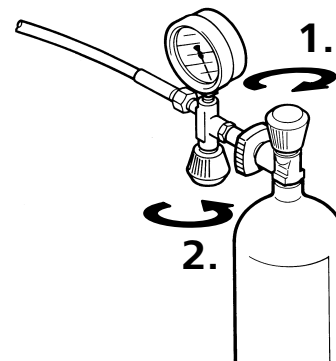

Fig. 15 Ta bort tryckluftsf flaskorna
8. Stäng **först flaskkranen** (1, Fig. 15) och **sedan påfyllningsventilen** (2) efter att anläggningen stängts av. Ta av tryckluftsf flaskan.